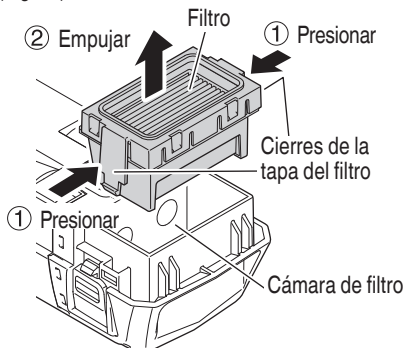

Fig. 21
- (3) Presione los 2 cierres a los lados de la tapa del filtro, luego tire hacia arriba y retire el juego de filtros. (Fig. 21)